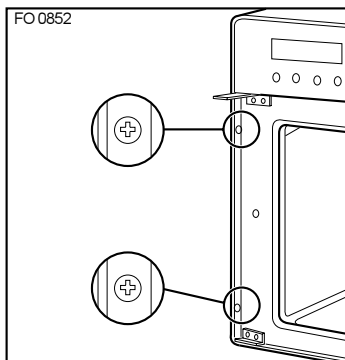

Fig. 18
- Fig. 18) Fixer le four au meuble par 4 vis en utilisant les trous libres (2 à gauche et 2 à droite). Fixer le four au meuble et refaire les opérations dans l'ordre inverse pour remonter la porte.